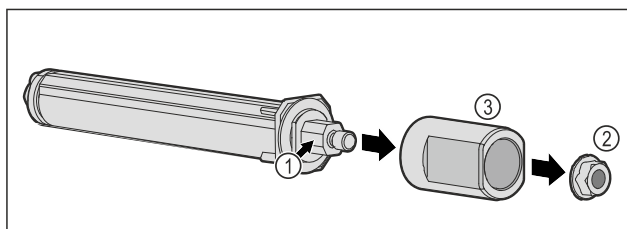

Fig. 58
- Ta inte isär dörlåssystemet Fig. 58 (1).
- ▶ Ta bort muttern Fig. 58 (2).
- ▶ Ta av hylsan Fig. 58 (3).